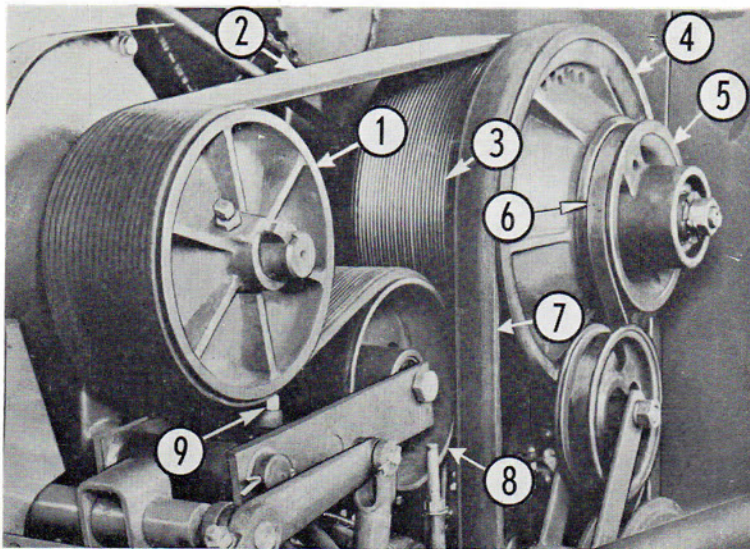

Fig. 101
- Déposer la courroie de commande de décharge du réservoir à grains 6 et la courroie de traction supérieure 7 (fig. 101).